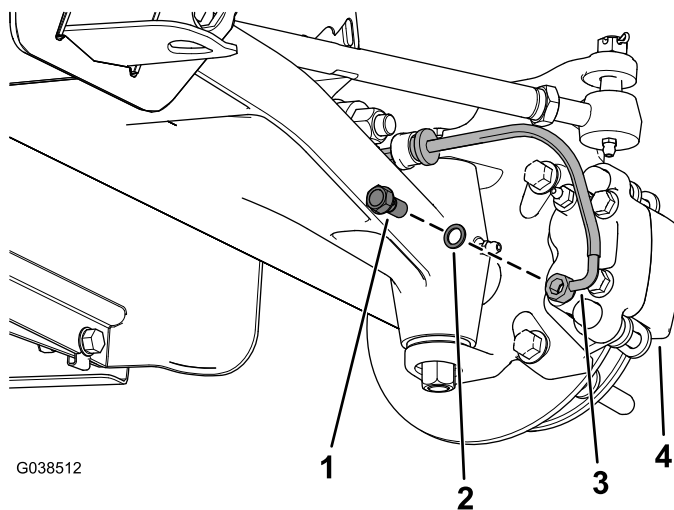

Figur 2
2. Fjern hakemutterne som fester hjulet til navet (Figur 2).